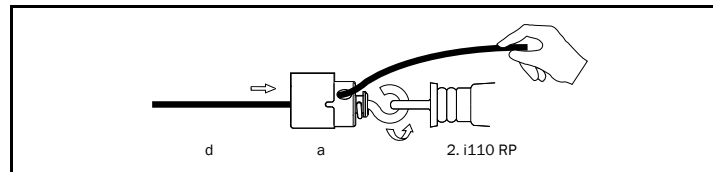

Abb. 8: Montage der 2. Seilklemme
- Seil durch die restlichen Augenschrauben führen und 2. Seilklemme montieren (Abb. 8).